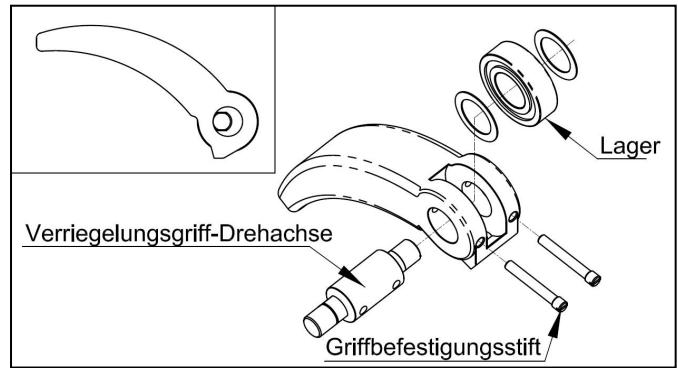

Abb. 9-9
(9) Entfernen Sie das Lager, indem Sie einen kleinen Schlitzschraubendreher verwenden, um die beiden Grifffedern herauszunehmen, und ziehen Sie die Griffsschaft heraus, wie in Abbildung 9-9 dargestellt.